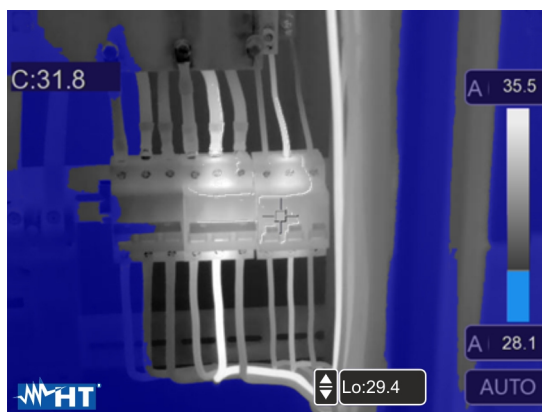

Fig. 38: Selezione isoterma Allarme sotto Temp.
- Toccare il campo "Lo" nella parte bassa del display e usare i tasti freccia ▲ o ▼ per impostare il valore della soglia di temperatura **minima** al di sotto della quale lo strumento mostra i punti dell'immagine in colore blu e in grigio i restanti punti (vedere Fig. 38)